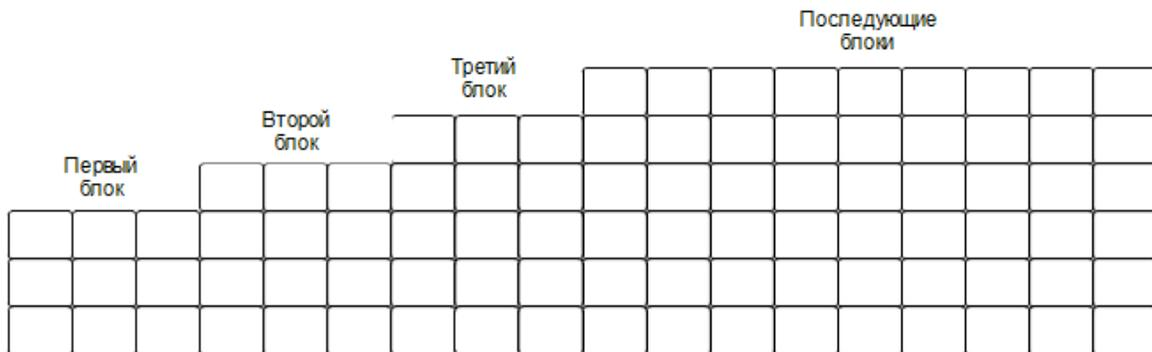

рисунок 24 — Схема разгрузки
- Первый блок тюков должен быть ровным и устойчивым, так как является опорой для следующего блока. На рисунке ниже (рисунок 24) показаны блоки разгруженных тюков, поддерживающие друг друга. В качестве упора можно использовать стену, столб или другой объект.